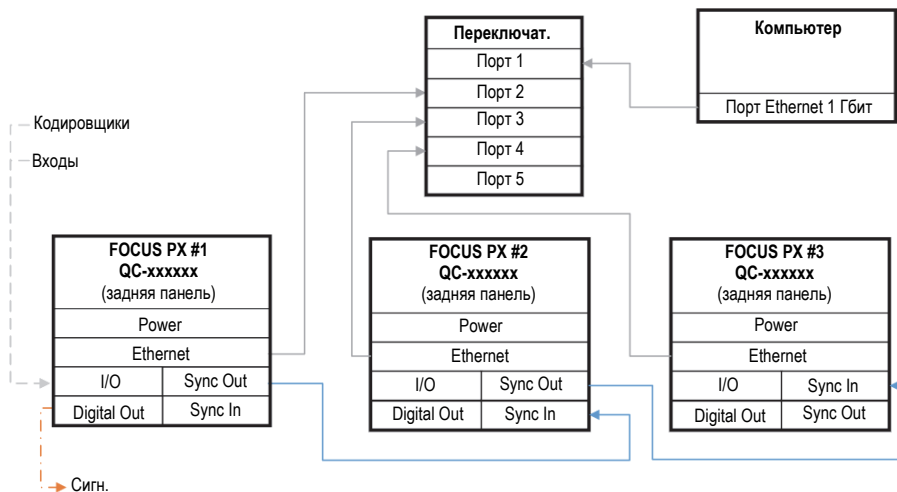

Рис. 1-1 Подключение нескольких устройств
- ◆ Подключите все необходимые кабели к FOCUS PX. На схеме ниже показано, как подключить несколько устройств (Рис. 1-1 на стр. 25). При использовании только одного устройства подключите только первый блок без кабеля Sync Out.